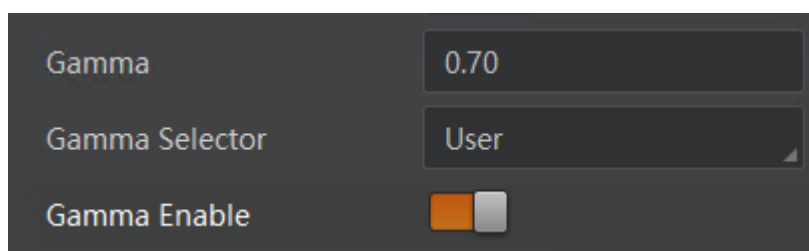

图7-30 User 模式
3. 在 *Gamma* 参数中输入需要设置的数值，参数范围为 0~4，如图 7-30 所示。